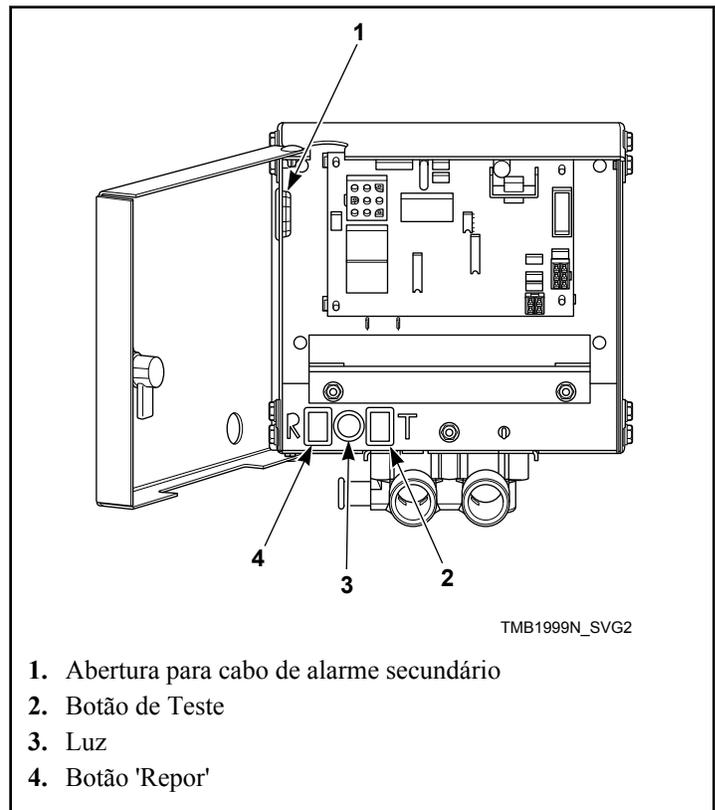
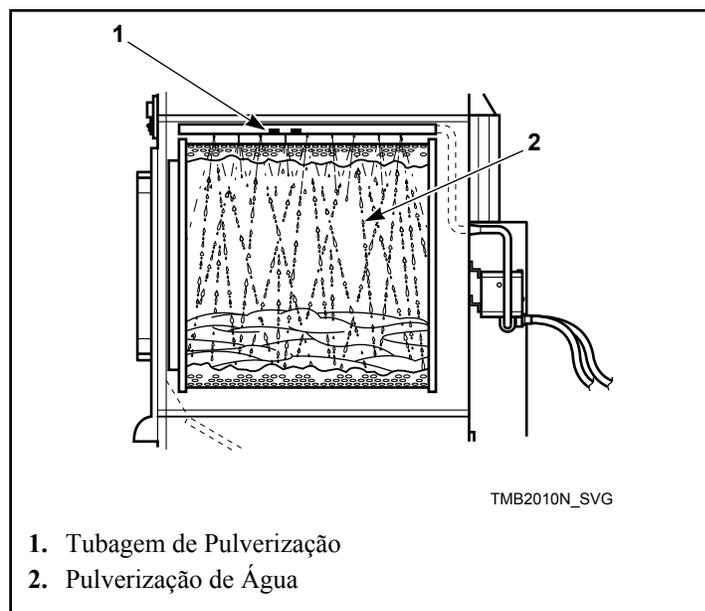

Figura 50
Figura 51
6. Prima o botão de teste, e mantenha-o premido, e verifique se a luz está acesa; esta acesa deverá demorar aproximadamente 5 cinco segundos. Consulte a *Figura 50* . Após uma pausa de um segundo, começará a pulverização de água para o interior do cilindro.
7. Após 15 segundos de pulverização de água, prima o botão de reposição, mantendo-o premido, até a pulverização de água e a luz se desligarem. Esta acção deverá demorar aproximadamente um segundo. Consulte a *Figura 50* e a *Figura 51* .